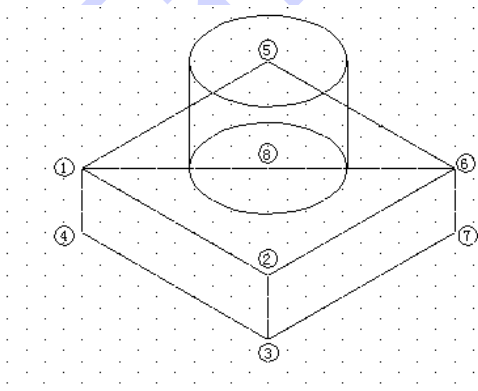

图 11-5 绘制圆柱体的等轴测投影图
切换到上轴测面，利用端点捕捉，用直线将点①和点⑥连接起来，如图 11-5 所示。这条线是为确定圆柱底面中心点而作的辅助线。
然后将该圆向 Z 轴正方向复制，距离为 50，并使用象限点捕捉，将两个圆用直线连接，这样就完成了圆柱体的二维等轴测投影图，如图 11-5 所示。